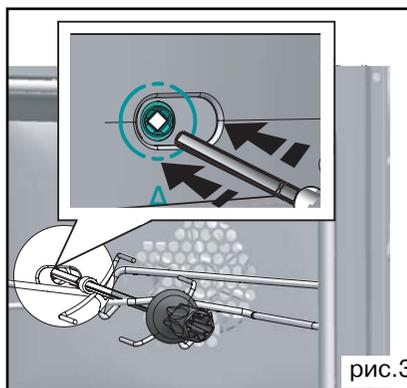

рис. 3
- слегка нажмите, чтобы зафиксировать конец вертела в квадратном хвостовике, расположенном на задней стенке рабочей камеры духового шкафа (рис. 3).